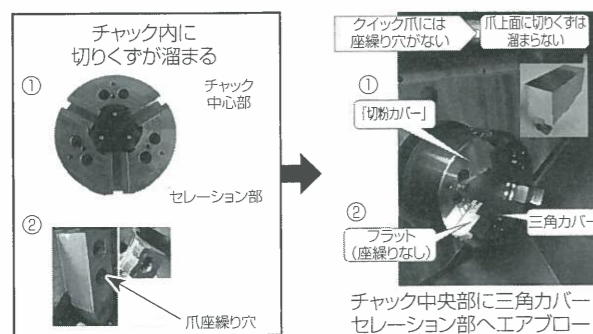

図9 切りくず対策
加工中の切りくずは、加工機内を飛散し、まったくコントロールが不可能で、生産活動の厄介者で始末に困る。とくにチャック中心部(図9①)と爪上部の爪取付けの座繰り穴部に(図9②)のように切りくずが溜り、悪影響が出る。チャック中央部に溜りすぎると、切りくず詰まりにより、爪は動作不良でチャッキングできなくなる。